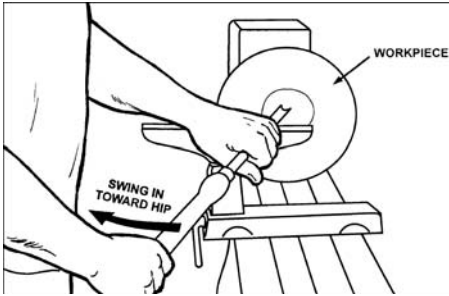

Рис. 15
- Ведіть трубчастий різець лівою рукою, у той час як права рука підтягується до тулуба (Рис. 15).